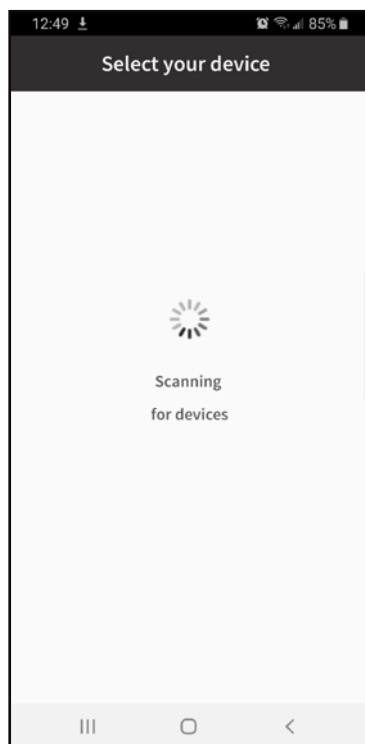

Fig. 5
4. Rechercher des appareils et sélectionner l'appareil dans la liste (**Fig. 5 & 6**).